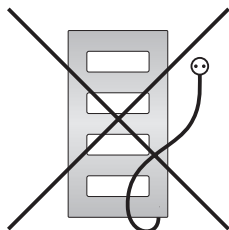

Рис.8
5.9. Запрещается устанавливать полотенцесушитель так, чтобы установочный провод при подключении к электрической розетке имел контакт с лицевой или тыльной стороной нагревательной панели (рис. 8, 9).